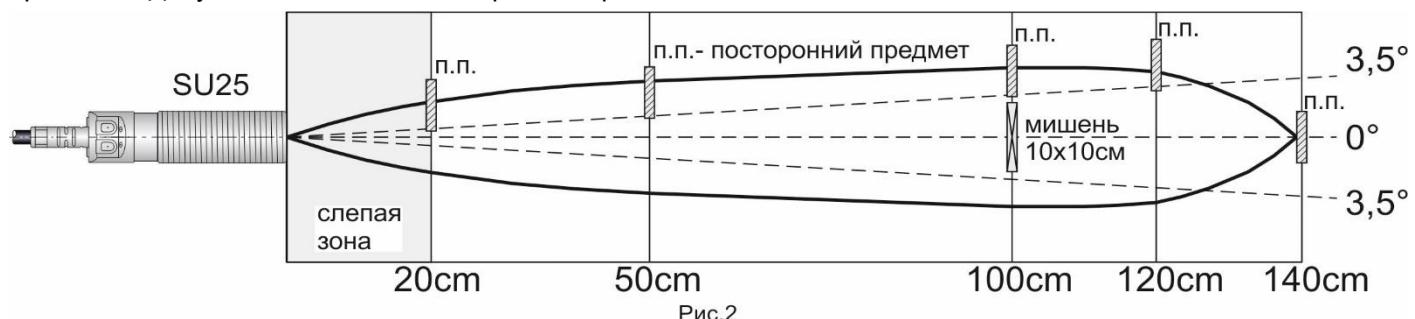

Рис.2
7.10 Полный угол пучка ультразвуковых колебаний датчика составляет $7\oplus$. Объект воздействия должен располагаться параллельно чувствительной поверхности датчика. При угле наклона объекта воздействия более $\pm 3,5^\circ$, максимальная граница зоны чувствительности уменьшается. На рис.2 представлена область взаимодействия ультразвуковых колебаний датчика на объект воздействия. Во избежание ложных срабатываний, в этой области, а также перед объектом воздействия не должны находиться посторонние предметы. Допускается наличие посторонних предметов за объектом воздействия.